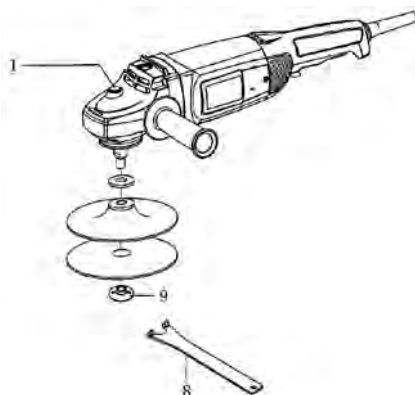

fig. 1 – desenho demonstrativo do grampo de fixação da lixa
Verifique se a máquina está desligada e com o plugue fora da tomada. Para realização da troca do disco de lixa, deve-se acionar o botão trava (1) para travar o eixo do disco. Em seguida insira a chave 2 pinos (8) dentro dos dois furos do flange (9), gire a chave, afrouxe o flange do disco e retire-o junto com o disco. Para instalação do disco apenas realize o procedimento no sentido inverso. Quando for instalado o disco deve ser colocado próximo à superfície, aperte firmemente a porca do flange (9) com a chave 2 pinos (8). O botão trava (1) deve estar sempre pressionado durante a instalação, até a porca do flange estar totalmente firme, solte o botão trava (1) para deixá-lo em sua posição normal, fig.1.